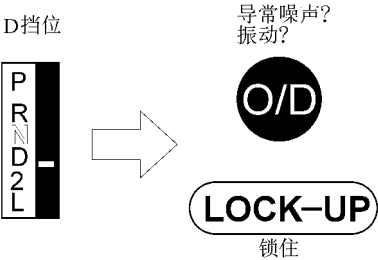

图 11-28 检查是否有异常噪声和振动
(3) 在 D 挡位的 3 挡齿轮位置或 O/D 下行驶，检查是否有异常噪声和振动，如图 11-28 所示。